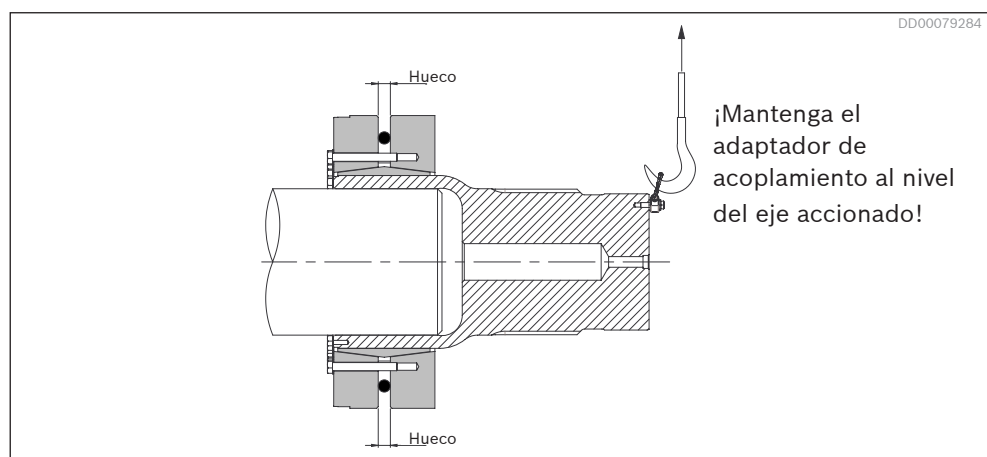

Fig. 44: Hueco entre los anillos de sujeción
2. Para evitar la falta de alineación de los dos anillos de sujeción durante el apriete de los tornillos, se debe medir por varios lugares el hueco entre los anillos durante el proceso, ver *Fig. 44*. La diferencia entre los huecos medidos no debe variar más de 1 mm (0,04") en ninguna fase del proceso de apriete.